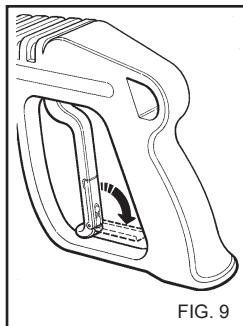

FIG. 9
- Luk grebets beskyttesdæksel, når rengøringsmaskinen ikke anvendes. (Fig. 9).